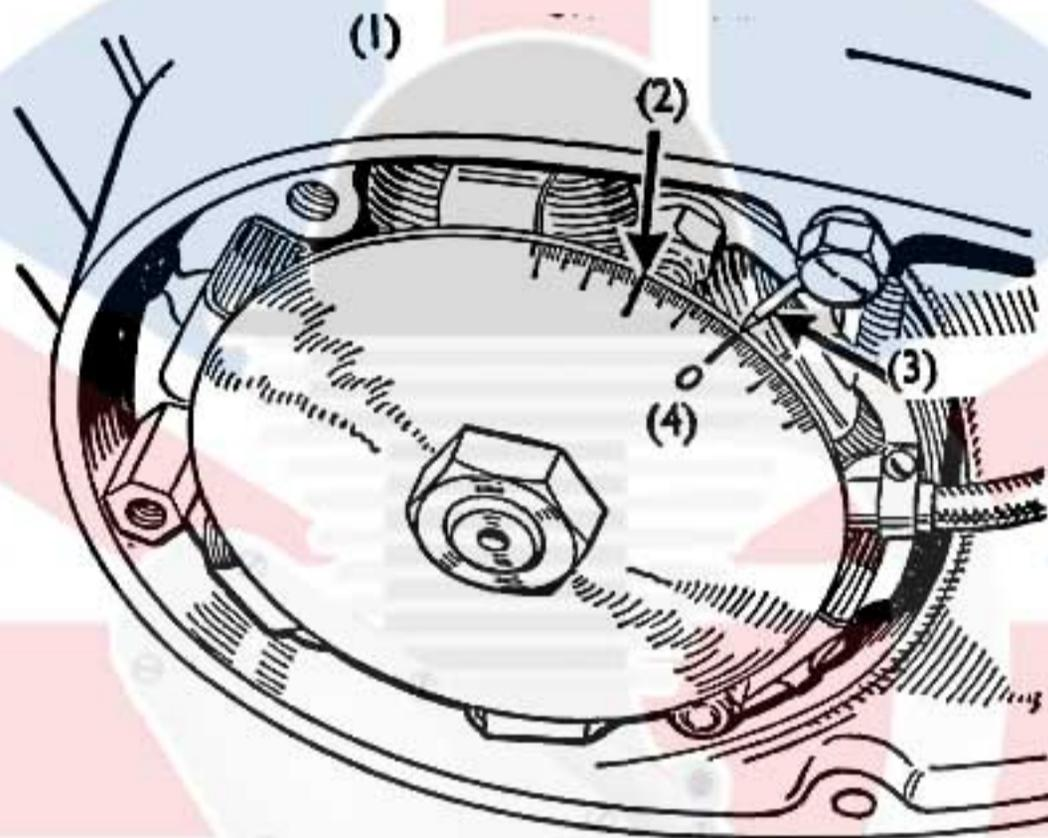

Fig. 12. Réglage de l'avance à l'allumage du moteur de Bantam à l'aide d'un rapporteur.
Toute modification de l'avance peut être réalisée en déplaçant la plaquette (B) du rupteur qui peut être déplacée d'un léger angle après avoir desserré les vis (D). Pour vérifier l'avance effective, premièrement déterminer le point mort haut du piston en montant un rapporteur sur l'arbre principal du moteur et en fixant un index de repère dans un endroit convenable du moteur comme le montre la Fig. 12.